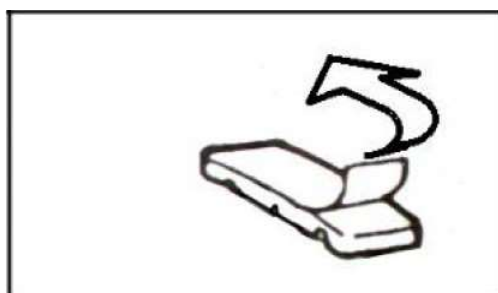
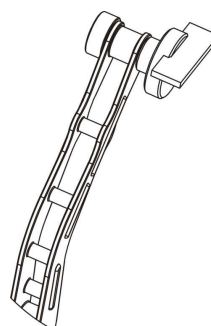

Рис.15
Рис.16
4.2 Снимите подходящий грузик (рис.15) и поместите его на головку линейки (рис.16),
4.6 Снимите подходящий грузик (рис.15) и поместите его на головку линейки (рис.16) , вытягивайте линейку до тех пор, пока не увидите положение внутренней точки дисбаланса на внутренней стороне обода (рис.20)